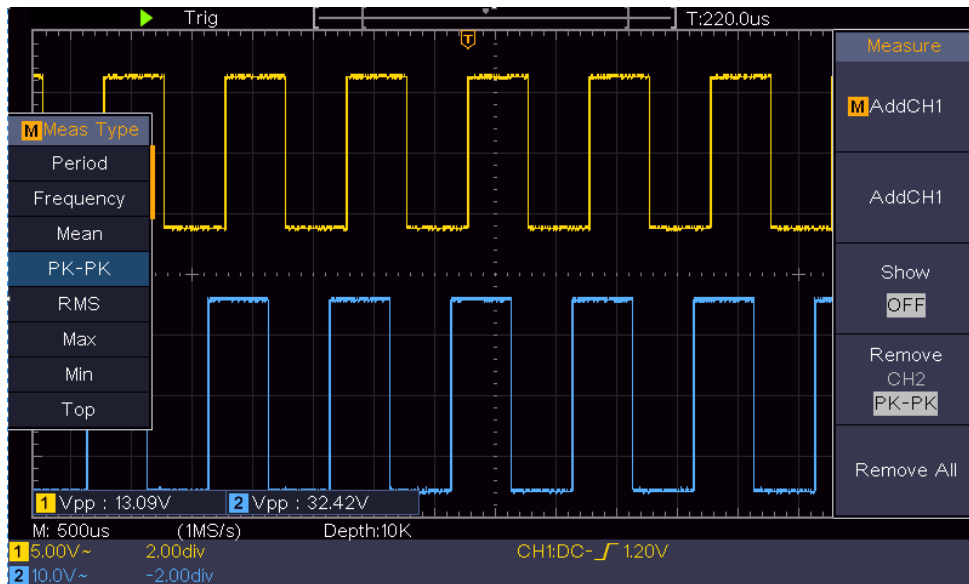

Abbildung 0-2 Wellenform der Verstärkungsmessung
- (1) Drücken Sie die Taste **Autoset**, und das Oszilloskop stellt die Wellenformen der beiden Kanäle automatisch auf den richtigen Anzeigezustand ein.
- (2) Drücken Sie die Taste **Messen**, um das richtige Menü anzuzeigen.
- (3) Wählen Sie **AddCH1** im rechten Menü.
- (4) Drehen Sie im linken Menü Typ den Knopf **M**, um **PK-PK** auszuwählen.
- (5) Wählen Sie im rechten Menü **AddCH1**. Der Spitze-Spitze-Typ von CH1 wird hinzugefügt.
- (6) Wählen Sie im rechten Menü **AddCH2**. Der Peak-to-Peak-Typ von CH2 wird hinzugefügt.
- (7) Lesen Sie die Spitze-Spitze-Spannungen von Kanal 1 und Kanal 2 unten links auf dem Bildschirm ab (siehe *Abbildung 0-2*).
- (8) Berechnen Sie die Verstärkung des Verstärkers mit den folgenden Formeln.